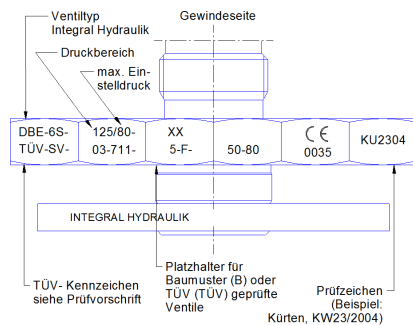
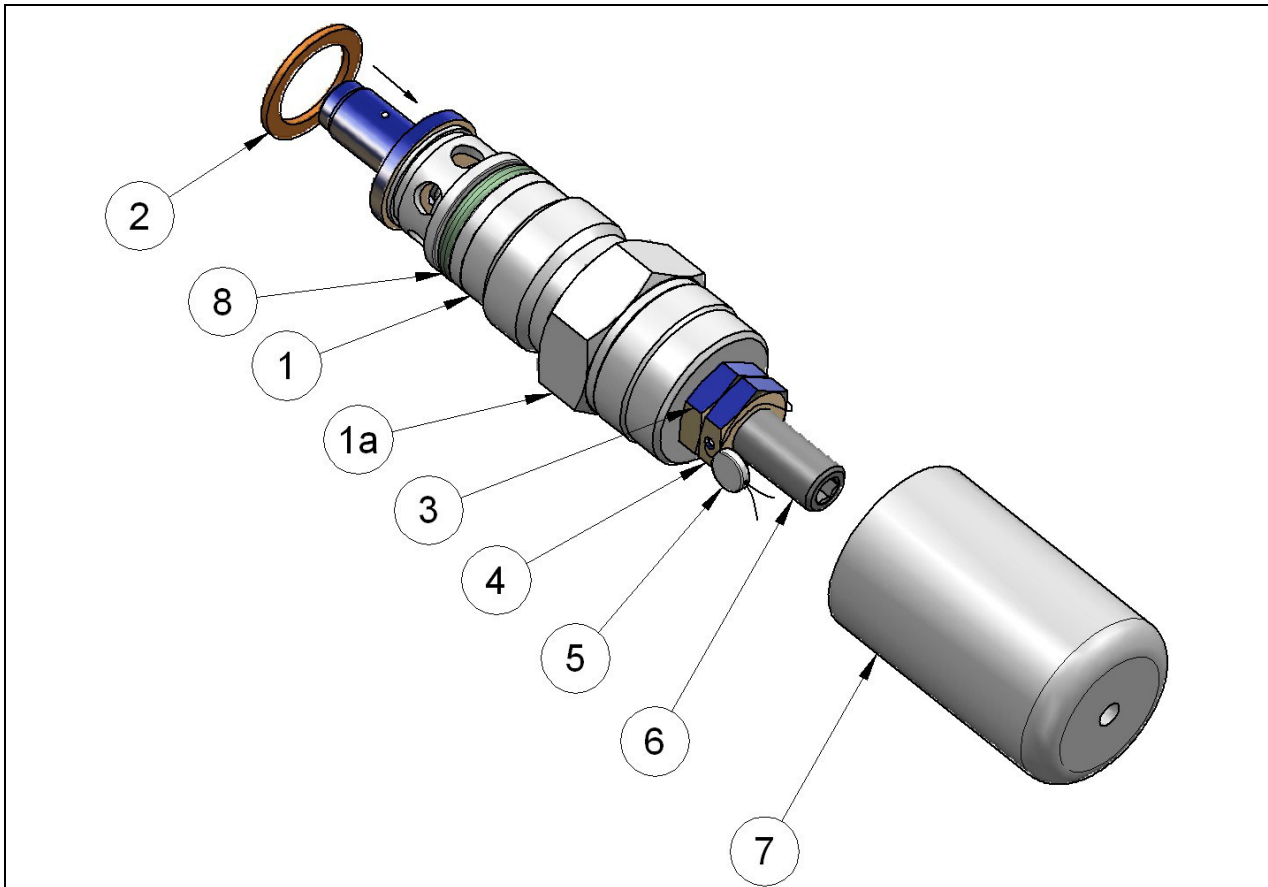

Abbildung 2: Ventilbeschriftung
Abbildung 3: Druckbegrenzungsventil DBE
Insbesondere ist der Unversehrtheit des O-Ringes (Abb.3, Pos.8) und des Usit-Ringes (Abb.3, Pos.2) Beachtung zu schenken.
Zur Montage darf ausschließlich der Gehäuseschekant (Abb.3, Pos.1a) mit der Schlüsselweite **SW 30** genutzt werden.
- Eingestanzte Typenbezeichnung-/Nenndaten auf dem Gehäuseschekant (Abb.2) mit Einsatzanforderungen abgleichen.
- Schutzkappe (Abb.3, Pos.7) abnehmen
- Ventil am Gehäuseschekant (Abb.3, Pos.1a) herausschrauben
- Kontrolle, ob Usit-Ring (Abb.3, Pos.2) aus der Einschraubgehäusebohrung entfernt ist
- Abgleich der Stempelung des Sechskantes mit den mitgelieferten Papieren und den Einsatzbedingungen (Abb.2 und Abb.3, Pos.1a)
- Sichtprüfung der Plombe (Abb.3, Pos.5) und des Plombendrahtes auf Beschädigungen.
- Schutzkappe (Abb.3, Pos.7) korrekt aufsetzen
- Abgleich der Stempelung des Sechskantes (Abb.3, Pos.1a) mit den mitgelieferten Papieren und den Einsatzbedingungen.
- Schutzkappe (Abb.3, Pos.7) entfernen
- Sichtprüfung der Plombe (Abb.3, Pos.5) auf Beschädigungen
- Kontermutter (Abb.3, Pos.3) und Plombenmutter (Abb.3, Pos.4) lösen
- Verstellspindel (Abb.3, Pos.6) entgegen dem Uhrzeigersinn (Innensechskant **SW5**) bis zum Anschlag drehen (Einstellung: drucklos)
- Unter Zuhilfenahme einer geeigneten Betriebsdruckanzeige durch Hereindrehen der Verstellspindel (Abb.3, Pos.6) im Uhrzeigersinn, den gewünschten Druck einstellen
- Kontern mit der Kontermutter (Abb.3, Pos.3) am Ventilkörper (Abb.3, Pos.1)
- Verstellspindel (Abb.3, Pos.6) mit der Schutzkappe (Abb.3, Pos.7) abdecken
- Unter Zuhilfenahme einer geeigneten Betriebsdruckanzeige durch Hereindrehen der Verstellspindel (Abb.3, Pos.6) im Uhrzeigersinn den gewünschten Druck einstellen